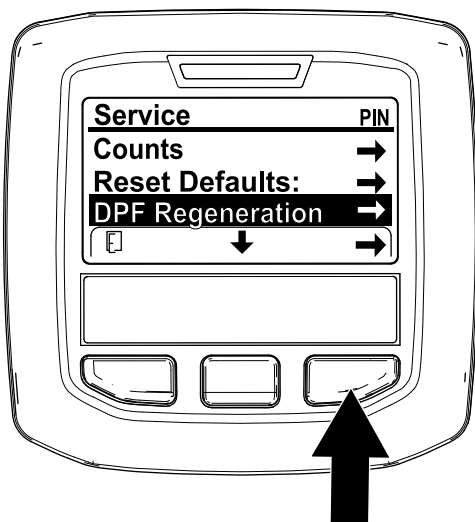

Bild 36
1. Navigieren Sie auf das Menü „Service“ und drücken Sie die mittlere Taste, um auf die Option DPF REGENERATION zu navigieren (Bild 36).
2. Drücken Sie die rechte Taste, um den Eintrag „DPF Regeneration“ auszuwählen (Bild 36).